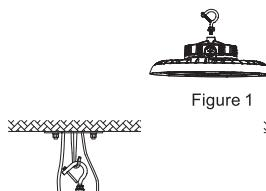

Figure 1
1. Screw the hook into the fixture, tighten and fix it. (figure 1)
1. Vissez le crochet dans le luminaire, serrez et fixez-le. (Figure 1)